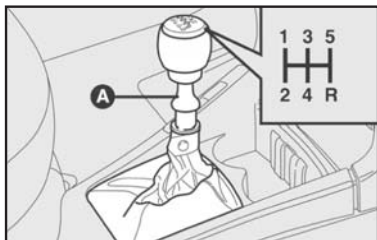

fig. 2
Para engatar as marchas, apertar fundo o pedal da embreagem e colocar a alavanca do câmbio em uma das posições do esquema ilustrado na fig. 2 (o esquema está colocado também no pomo da alavanca de câmbio).
Para engatar a marcha a ré (R) a partir do ponto morto é necessário levantar o anel A-fig. 2 localizado debaixo do pomo da alavanca e, ao mesmo tempo, deslocar a alavanca para a direita e depois para trás.